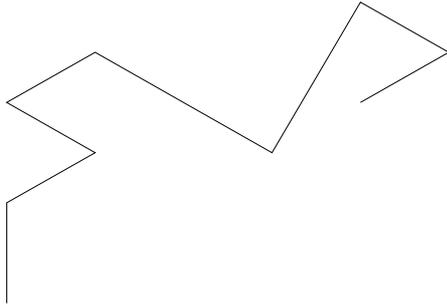

Рисунок 2.4
– используя команду **Рисование\ 3D полилиния** выполнить построение следующей траектории (рисунок 2.4):